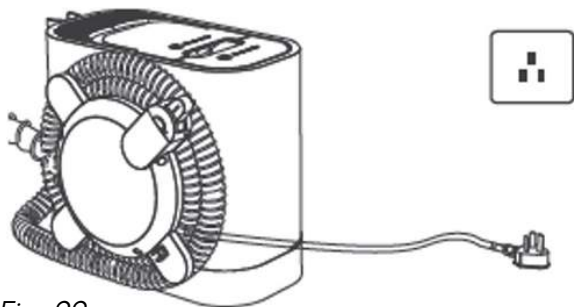

Fig. 29
1. Zorg ervoor dat het apparaat is uitgeschakeld en volledig is afgekoeld voordat u het in gebruik neemt (zie fig.29).